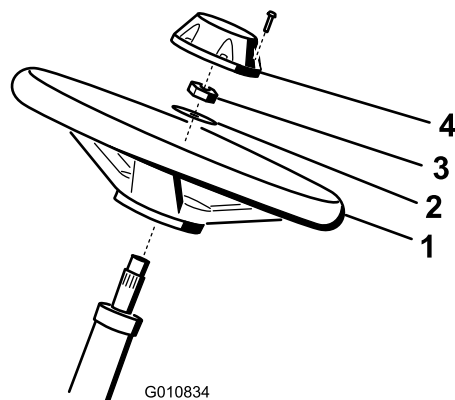

Figure 4
1. Glissez le volant sur l'arbre de direction (Figure 4).
2. Glissez la rondelle sur l'arbre de direction (Figure 4).
- Fixez le volant sur l'arbre au moyen d'un écrou de blocage serré à un couple de 27 à 35 N·m (Figure 4).
- Fixez le couvre-moyeu au volant avec une vis (Figure 4).